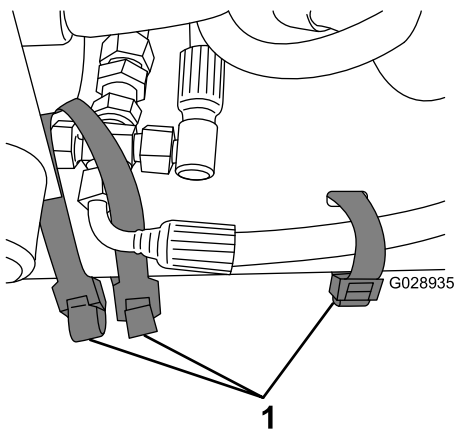

図 3
8. 左右のウイングモータ用のホースが、シャーシのクロス部材と面一になるようにし、クロスアダプタとホースは、ケーブルタイ3本でフレームに固定してください (図 3)。